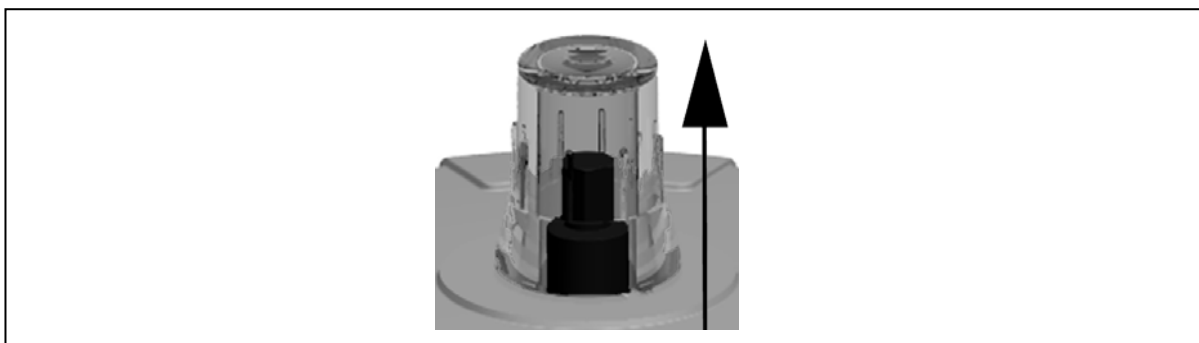

Fig. 20
- ▶ Mueva la válvula a la posición de "abierto", véase Fig. 20
- ▶ Mueva el actuador a la posición de “abierto”, véase Fig. 20